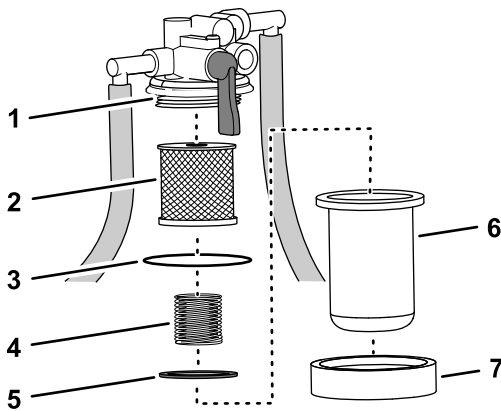

Bild 71
- Stellen Sie eine Auffangwanne unter die Kraftstofffilterglocke, entfernen Sie die Glockenmutter und nehmen die Filterglocke aus dem Filterkopf heraus (Bild 71).
- Setzen Sie den Filtereinsatz in den Filterkopf ein, siehe Bild 71 in Entfernen des Filtereinsatzes (Seite 60).
- Befestigen Sie die Feder und den Schwimmer in der Kraftstofffilterglocke, siehe Bild 71 in Entfernen des Filtereinsatzes (Seite 60).
Mutter mit der Hand an, siehe Bild 71 in Entfernen des Filtereinsatzes (Seite 60).